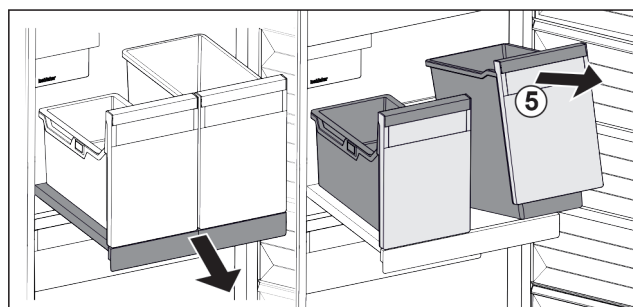

Fig. 18
- Приподнимите контейнеры Fig. 18 (5) спереди.